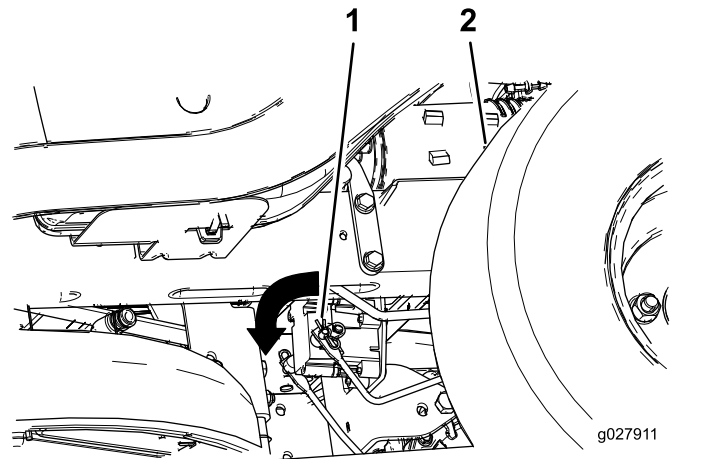

Figura 41
2. Localice el eje del freno eléctrico al que están conectados los brazos de enganche de los frenos (Figura 41).
3. Gire el eje hacia adelante para quitar el freno (Figura 41).